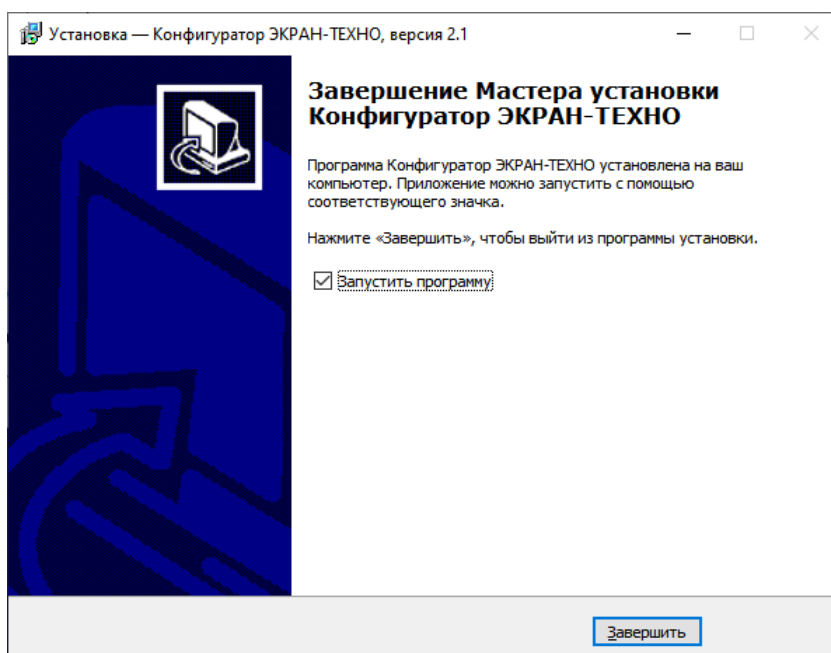

Рисунок 3.6 – Окно «Завершение Мастера установки Конфигуратор ЭКРАН-ТЕХНО»
5) По завершению установки (рисунок 3.6) установить флаг «Запустить программу», если это необходимо, и нажать кнопку «Завершить».